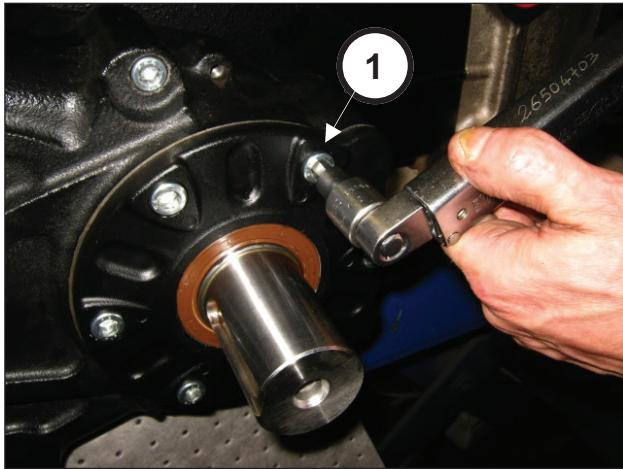

Рис. 95
Затяните 6 винтов M10x25 (поз. ①, Рис. 95). Откалибруйте винты динамометрическим ключом, как указано в главе 3 "МОМЕНТЫ ЗАТЯЖКИ ВИНТОВ".